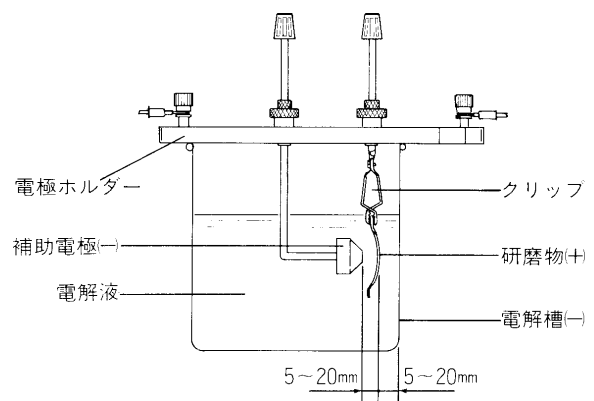

図2
4. 研磨物をセットした電極ホルダーを電解槽((-)電極)の上にのせます。(図2参照)